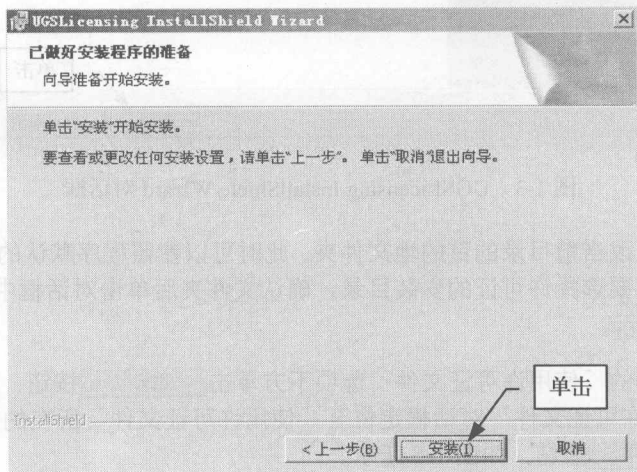

图 1-6 确认开始安装许可证
8. 在对话中单击 安装(I) 按钮, 如图 1-6 所示。系统开始安装许可证。